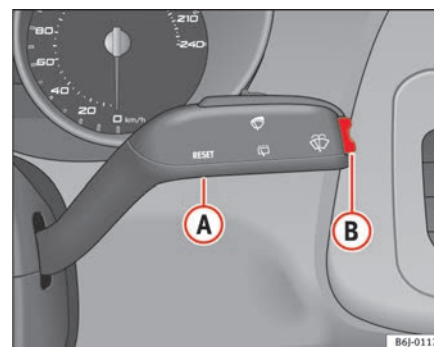

Fig. 32 Alavanca do limpavidros: botão A e botão basculante B
- Para mudar de uma memória para a outra, prima brevemente o botão ⇒ fig. 32 **A** na alavanca do limpavidros, com a ignição ligada.